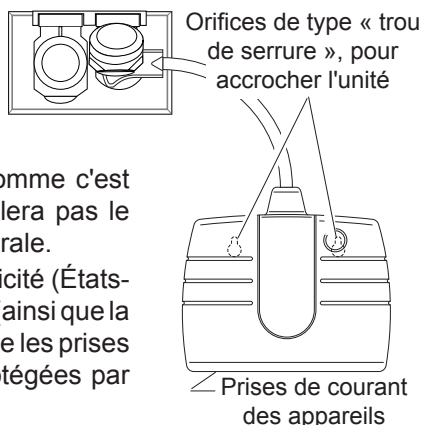

**Figure 1**
- 1. Enlevez la languette du compartiment des piles.** Ôtez le couvercle du dos de l'émetteur en appuyant dessus à l'aide du pouce et en le faisant glisser au dehors, comme le montre la Figure 1. Tirez doucement la languette hors du compartiment des piles. Glissez le couvercle sur le transmetteur.